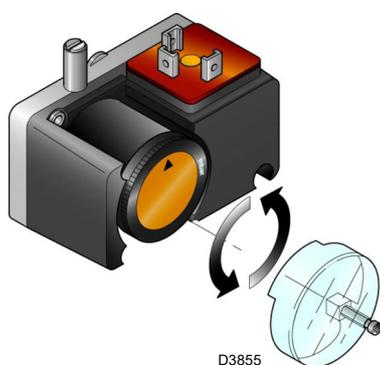

Fig. 34
- Regolare il pressostato gas di minima (Fig. 34 a pag. 35) ad inizio scala.
Eeguire la regolazione del pressostato gas di minima (Fig. 34) dopo aver effettuato tutte le altre regolazioni del bruciatore con il pressostato regolato a inizio scala.